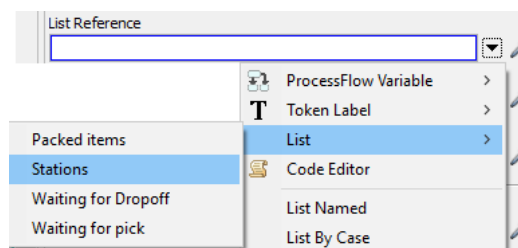

Figura 43- Referenciar list
- List reference : Na opção de escolha> List> Stations (Figura 43);